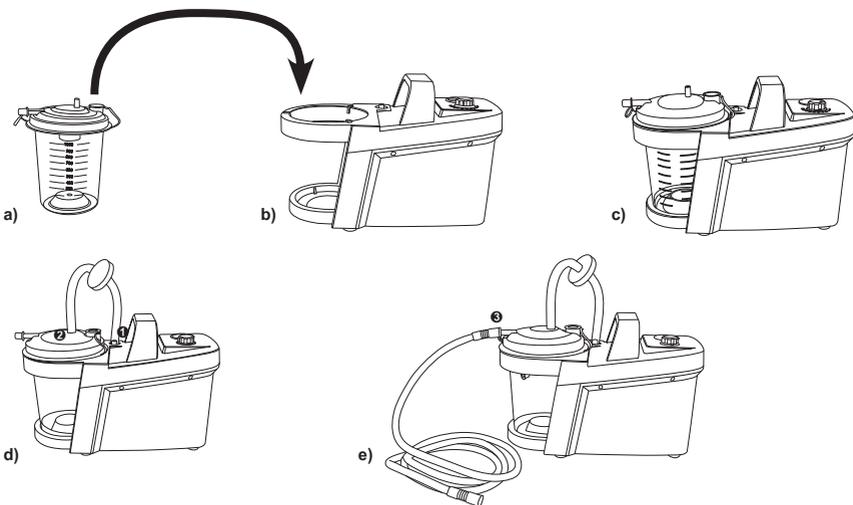

Bild 6
- Drücken Sie ihn leicht mit beiden Händen bis zum Anschlag auf den Behälter (Bild 6 / a-c).
- Den Absaugschlauch an den seitlichen Anschlussstutzen am Sekretbehälterdeckel (ⓐ) mit leichter Drehung anschließen (Bild 6 / e).
- Der Filter wird mit Hilfe der beiden kurzen Verbindungsschläuche zwischen Anschluss Absauggerät (ⓐ) und Anschluss Sekretbehälterdeckel (ⓑ) verbunden (Bild 6 / d).